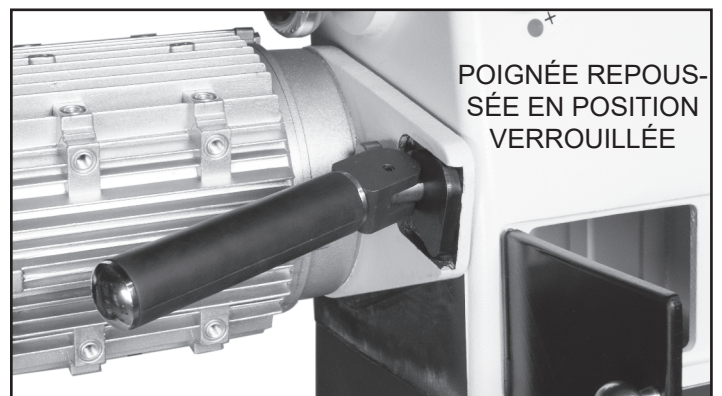

FIG. 32
3. Tirez la poignée de tension de la courroie (54B) vers l'avant, à l'écart du moteur. Figure 32.
5. Avec la courroie Poly-V placée sur les poulies, relevez la poignée de tension afin que le poids du moteur applique la tension requise sur la courroie. Verrouillez ensuite la poignée de tension en place en la repoussant vers le moteur. Figure 32.
3. Tirez la poignée de tension de la courroie vers l'avant, à l'écart du moteur. Fig. 41 (Voir page 18, figures 32 & 33).